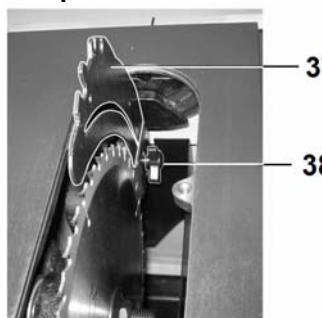

Рис. 18
расклинитель (37) в верхнее положение и закрепите его винтом (38), Рис.18.
### 9.5. Расклинитель (Рис. 18)